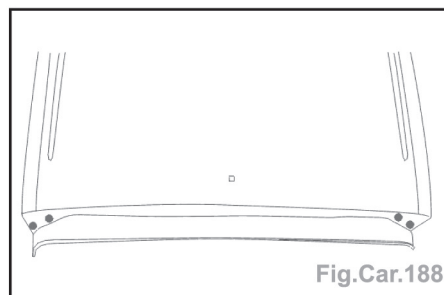

Fig.Car.188
- Repérer les points de soudure fléchés : percer au Ø 8 mm pour soudage ultérieur par points bouchons (Fig.Car.188).